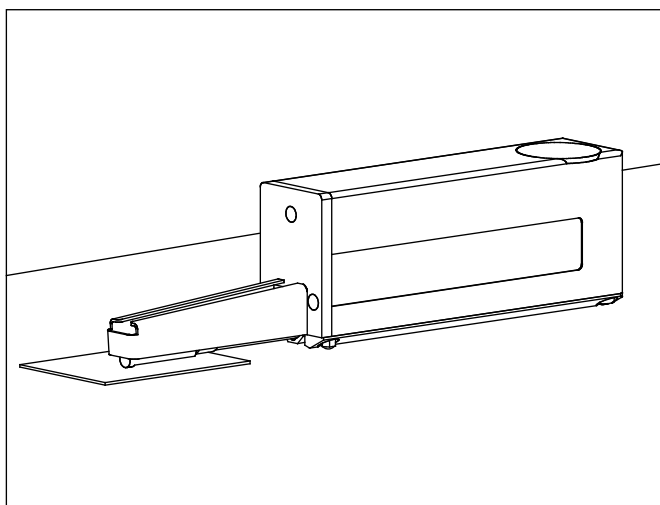

Fig. 5
- Pour mesurer de petits objets plans (hauteur max. 4 mm), l'unité d'avance est placée de telle sorte que le palpeur surplombe l'objet et puisse être abaissé sur la surface à mesurer à l'aide de l'ajustage en hauteur automatique (v. fig. 5).